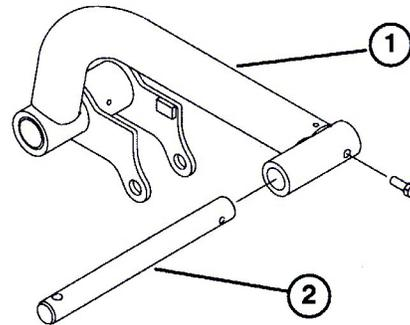

図12
2. 左右の昇降アームにそれぞれピボット・ロッドを差し込み、取り付け穴を整列させる(図12)。